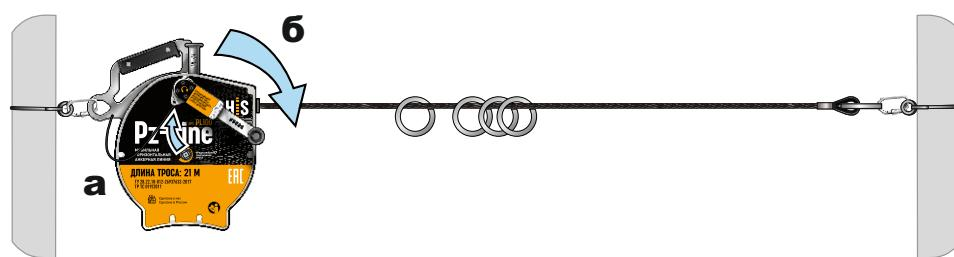

Рис. 21 Натяжение анкерной линии до рабочего состояния.
10. Присоединить ручку к верхнему штифту (рис. 21а) и, вращая ее по часовой стрелке (рис. 21б), донатянуть линию до характерного щелчка со стороны ручки натяжения троса (рис. 22) (при этом ручка немного выгнется относительно крепления).